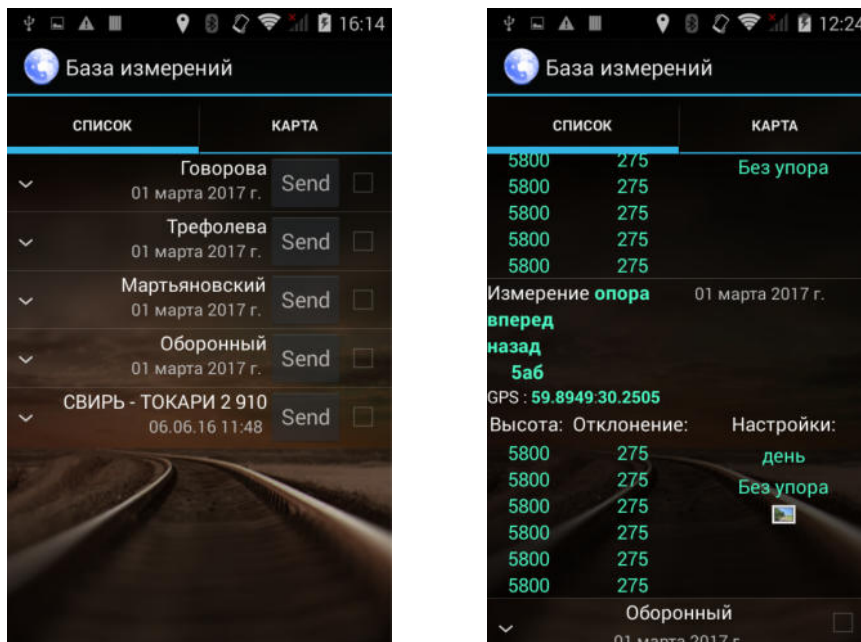

Рисунок 19. Вкладка список базы данных.
2.3.6.2. Для просмотра результатов измерений, сделанных ранее, нажмите на кнопку «**База**» во вкладке «База данных» меню управления приложения. В разделе «**Список**» приведён перечень участков, где производились измерения. Выберите участок нажатием, после выбора участка отобразятся все данные об измерениях, сделанные на данном участке (см. Рис.19).